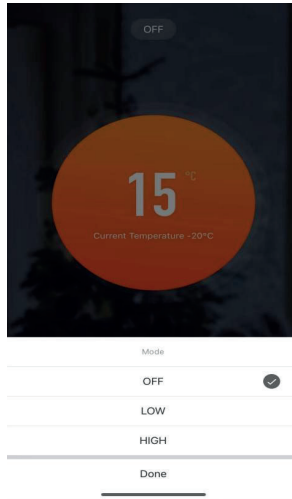

imagen 7
2. Pulse el botón de encendido, y usted puede utilizar su calentador en la APP. Encienda el modo, y se puede elegir la temperatura adecuada ,como se muestra en la imagen 7.